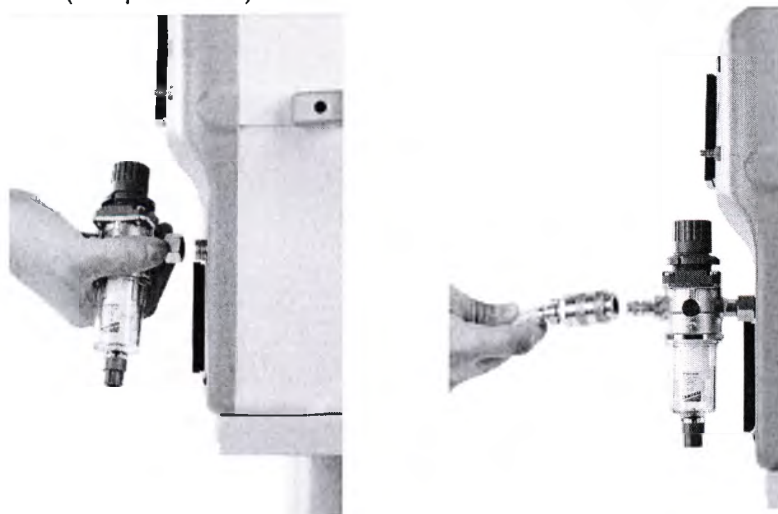

Рисунок 3.14 – Подключение кислородного шланга к аппарату
- Подсоединить фильтр-регулятор из комплекта поставки к штуцеру «ВХОД O₂» на задней панели электронного блока с помощью накидной гайки с уплотнителем. Подключить кислородный шланг из комплекта поставки к фильтру-регулятору на задней панели аппарата (см. рис. 3.14).